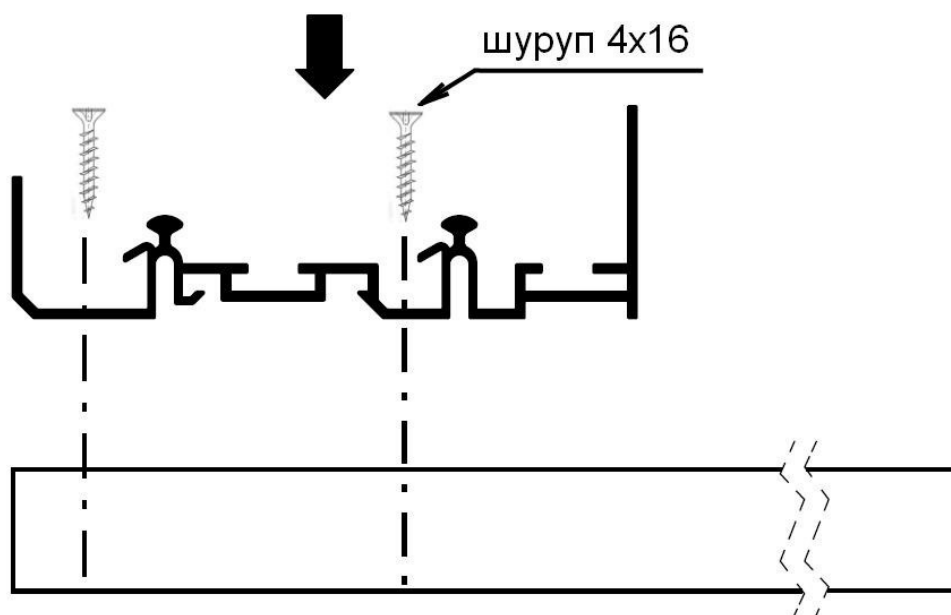

Рис. 6
8. На стенку горизонтальную верхнюю (7) шурупами 4х16 установить верхнюю направляющую (рис.6).